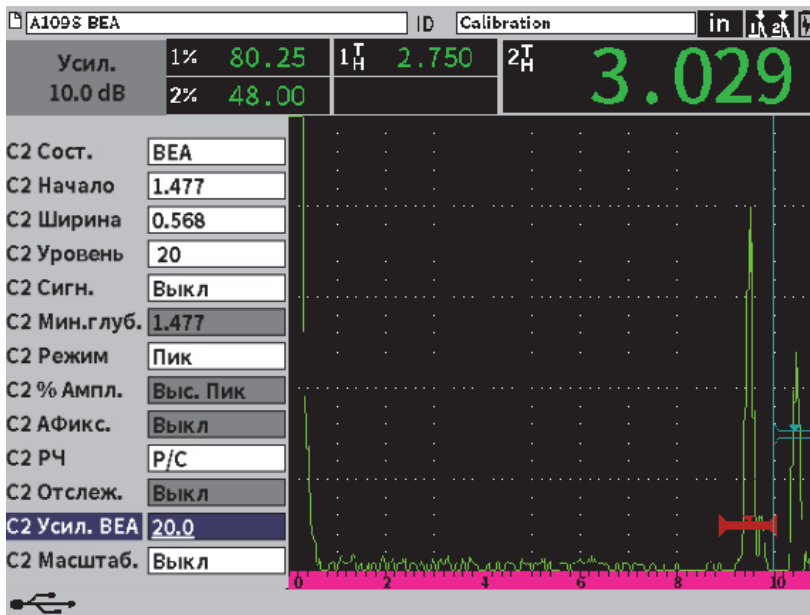

Рис. 11-29 Настройка усиления донного эхо-сигнала
1. В диалогом окне строба 2 нажмите клавишу Tab, чтобы выбрать **С2 Усил. ВЕА** (см. Рис. 11-29 на стр 217).